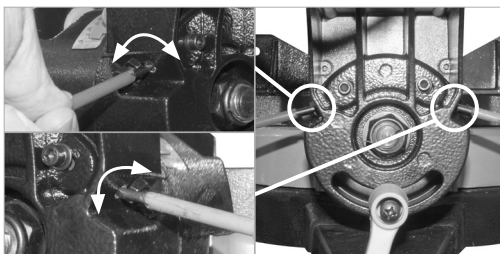

Fig. 14
- Utiliser deux tournevis, un insérée dans la prise contenant la LH (gaucher) de la vis de réglage, avec l'autre inséré dans la prise contenant la RH (main droite) de la vis de réglage. (**Fig. 14**)